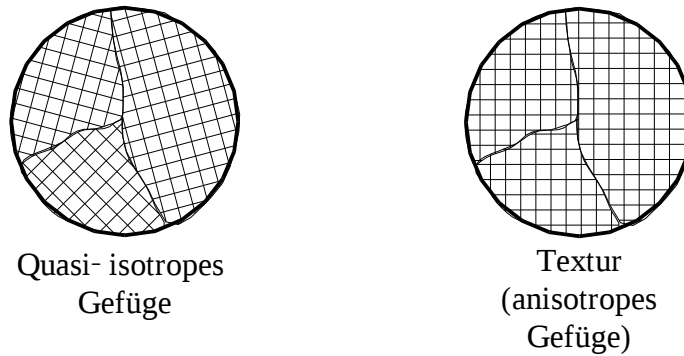

Abbildung 2.8: Quasi-isotropes und anisotropes Gefüge
- Kristalline Werkstoffe reagieren *quasi-isotrop* (Ein Einzelkristall ist anisotrop. Aber die Anisotropie der Einzelkristalle wirkt sich auf den Werkstoff nicht aus, da die Elementarzellen räumlich regellos verteilt sind) (Abb. 2.8).
- Durch Wärmebehandlung und Walzen erhält man eine Ausrichtung der Elementarzellen. Es entsteht eine *Textur*. Dadurch wird der quasi-isotrope Werkstoff anisotrop (Abb. 2.8).